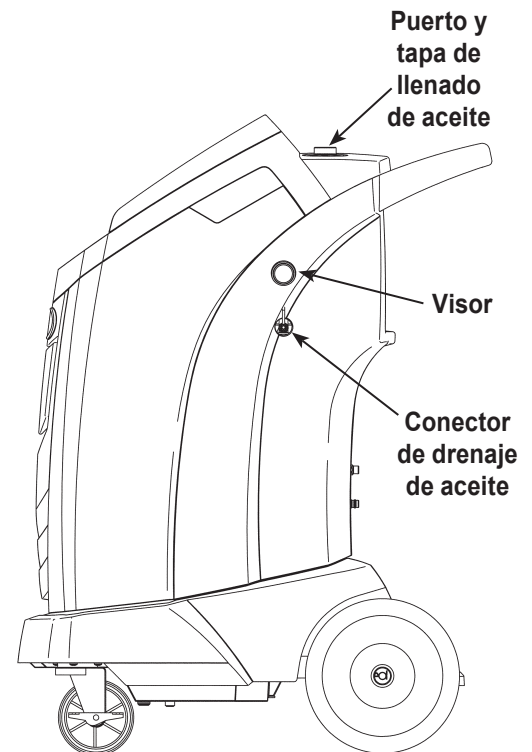

Figura 10
3. Después de que el compresor se detenga, abra lentamente la tapa de llenado de aceite para verificar que no haya presión en la máquina. Luego quite cuidadosamente la tapa. Consulte Figura 10.